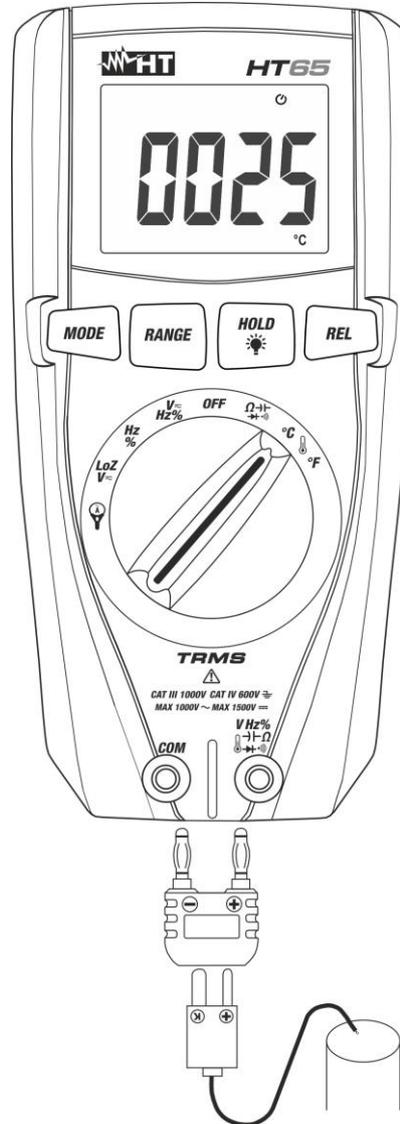

Abb. 9: Verwendung des Gerätes für Temperaturmessung
2. Verbinden Sie den mitgelieferten Adapter in die Eingangsbuchsen $\text{Hz}\% \text{V} \rightarrow \text{I} \rightarrow \Omega \rightarrow \text{I} \rightarrow \text{I}$) (Polarität +) und **COM** (Polarität -) (siehe Abb. 9).